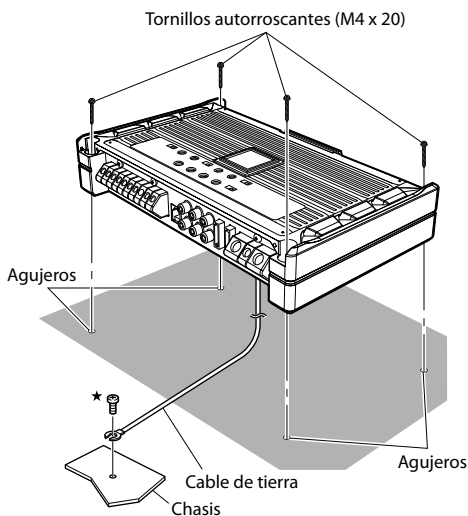

Fig. 3
6. Sitúe el PDR-V75 sobre dichos agujeros, y asegúrelo con cuatro tornillos autorroscantes. (Fig. 3)